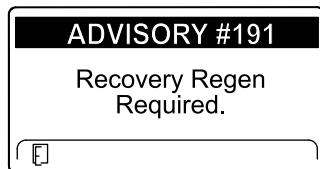

Figura 51
- Aviso N° 190 – Regeneración estacionaria necesaria – Toma de fuerza deshabilitada (Figura 51).